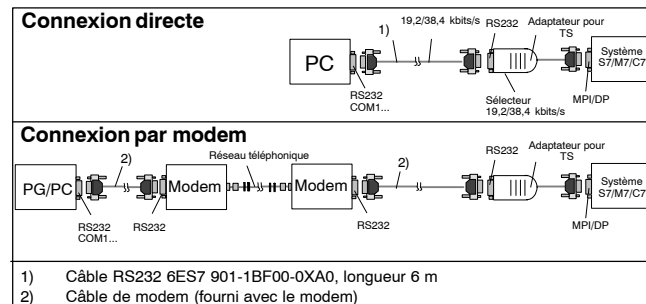

Figure 1-2 Utilisation de l'adaptateur pour TS
- Connexion par modem, voir figure 1-2 "Utilisation de l'adaptateur pour TS".